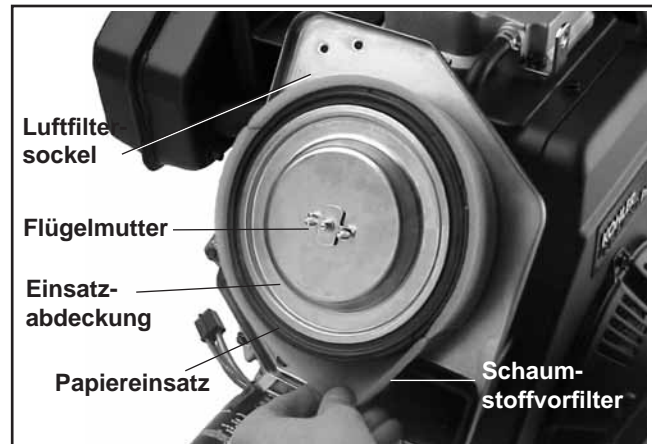

Abbildung 9-5. Luftfiltereinsätze demontieren.
2. Demontieren Sie Flügelmutter, Scheibe, Einsatzabdeckung, Einsatz und Vorfilter. Siehe Abbildung 9-5.